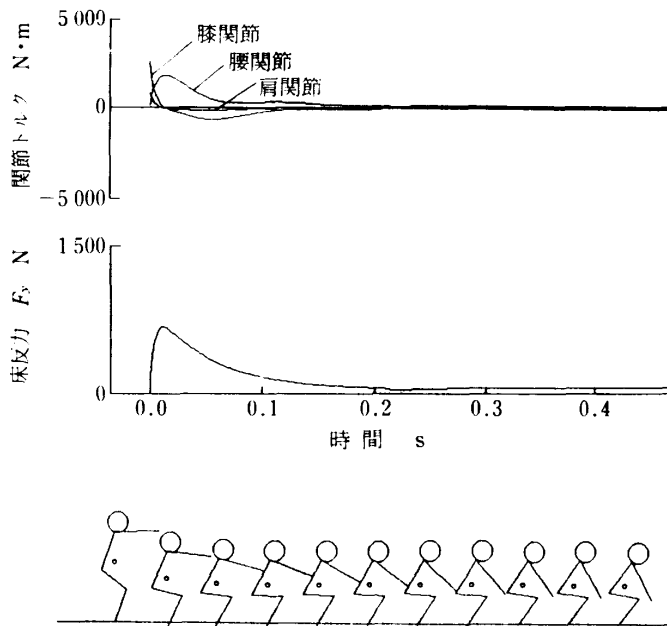

図 3 床反力微分フィードバックを用いた衝撃吸収動作のシミュレーション結果
(1) 空中姿勢制御の問題：空中で慣性モーメントを操作し着地時の姿勢を制御する方法として、重心回りの慣性モーメントの逆数と角運動量の積の時間積分値が、全体の回転角(宙返り角)に等しいということを用いて、慣性モーメントの逆数が満たすべき時間関数を決定する方法を用いている。したがって、空中においては、この目標関数に追従するように各関節角を制御する、非線形補償を用いた制御系を構成している。
(2) 着地時の衝撃吸収の問題：着地時の衝撃吸収方法としては、まず、床反力によって各関節に加わるトルクに対抗するトルクと、垂直方向の床反力の先取りを行う意味で、床反力の時間微分値に比例したトルクを引算するというフィードバックを用いている。これにより、床反力のピーク値を自由に抑えることができる。この方法を用いたときの床反力の変化を図3に示す。
(3) 着地後の姿勢安定化の問題：次に、着地後の姿勢安定化のため、着地後の着地点回りの角運動量が小となる着地点の学習を行い、その後足首回りのトルクにより安定姿勢を保つ制御を行っている。